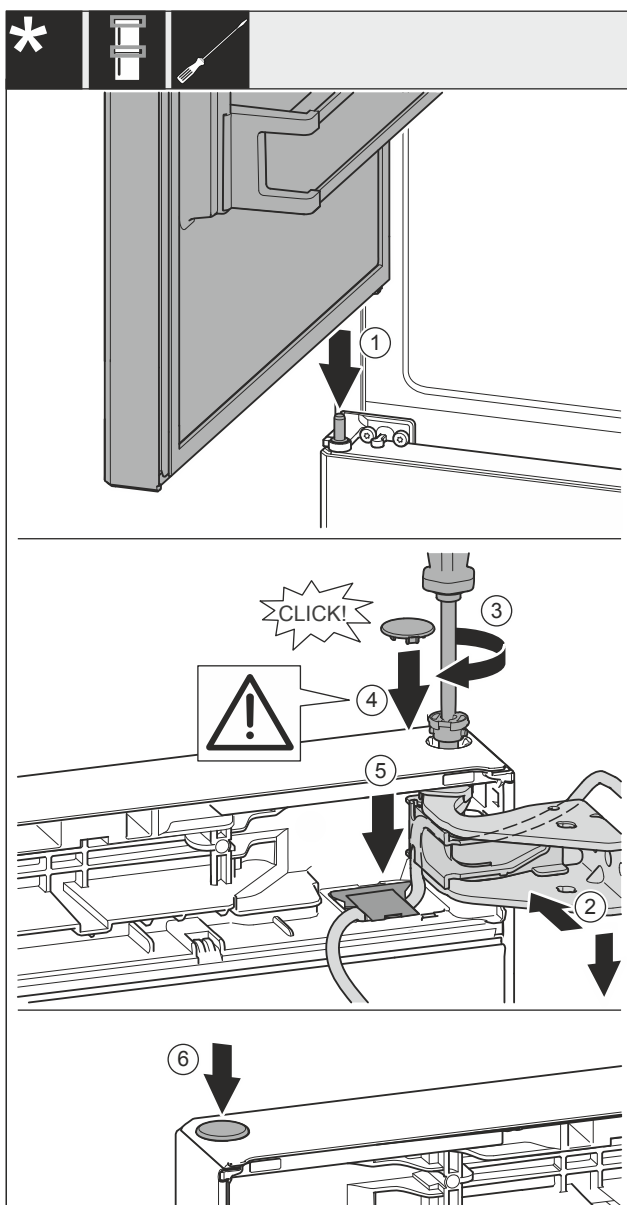

Fig. 58
- Horní dveře usadíte na prostředním ložiskovém čepu Fig. 58 (1).
- Dveře nahoře vyrovnejte s otvorem ve stojanu ložiska Fig. 58 (2).
- Vložte čep Fig. 58 (3) a pevně jej utáhněte šroubovákem.
- Nasadte kryt Fig. 58 (4).
- Zkontrolujte, zda kryt Fig. 58 (4) doléhá na dveře.
- Vložte kryt Fig. 58 (5) a zatlačte jej směrem dolů, dokud nezacvakne.
- Nasadte kryt Fig. 58 (6).